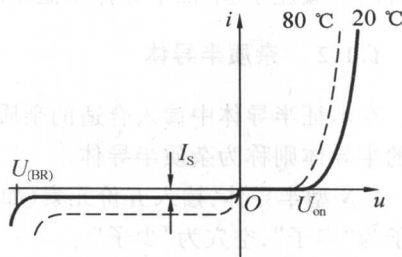

图 1-2 二极管的伏安特性
2. 伏安特性如图 1-2 所示。
3. 受温度影响很大。温度升高时,  $U_{on}$  减小, 反向电流  $I_S$  增加, 如图 1-2 所示。